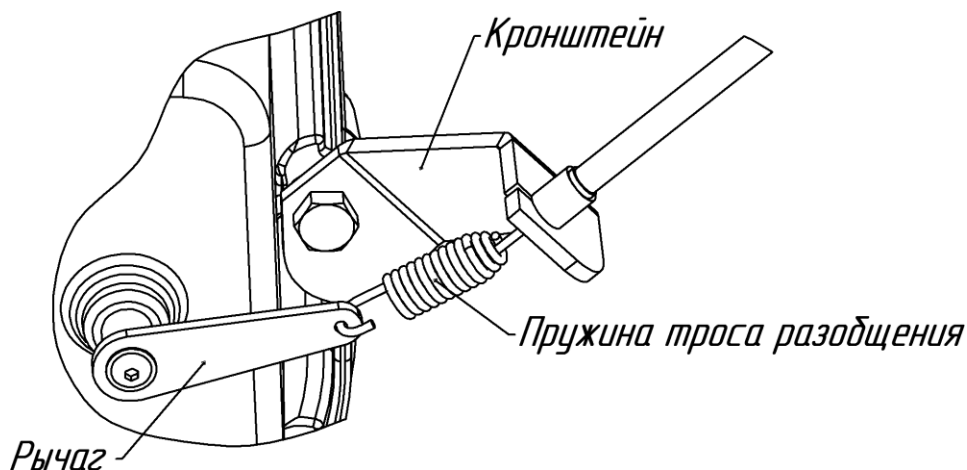

Рис.9. Схема зацепления троса разобщения
8. Присоединить трос расцепления колес к мотоблоку, для чего зацепить пружину троса за отверстие в рычаге, затем завести оболочку троса с металлическим упором в кронштейн и зафиксировать ее в отверстии (рис.9).